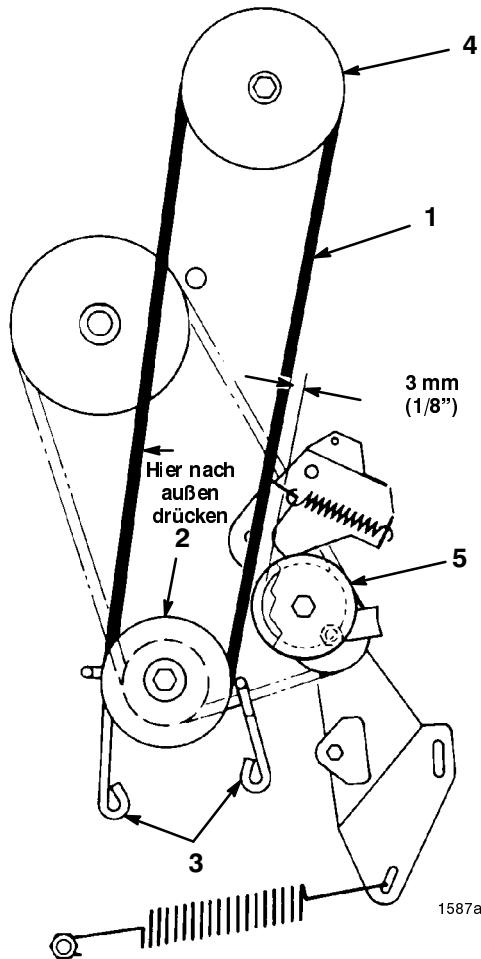

Abbildung 23
7. Die Kopfschrauben lösen, mit denen 2 Motorscheiben-Riemenführungen befestigt sind, und die Führungen von der Scheibe wegschieben. Den Mähdeck-Antriebsriemen von der Motorscheibe entfernen (Abb. 23).
12. Den Riemen wie in Abb. 23 gezeigt nach außen drücken (Durchhang beseitigen) und den Spielraum zwischen der Außenseite des Riemens und der Innenseite der Führungsrolle überprüfen (Abb. 23). Der Spielraum sollte ca. 3 mm (1/8") betragen.